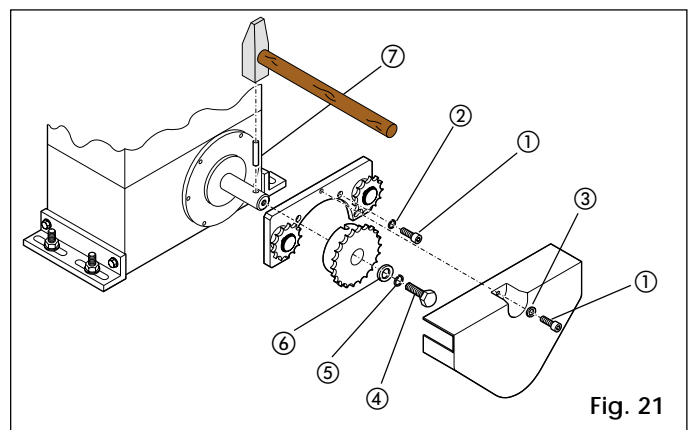
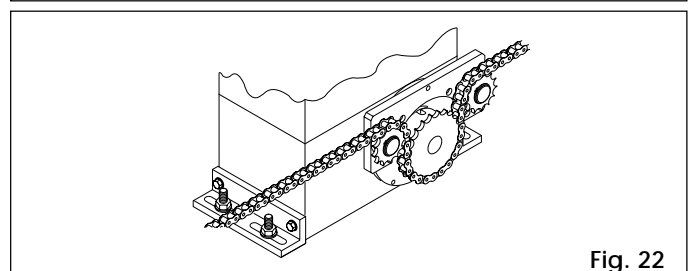

Fig. 21
Fig. 22
4.5.2. MOD. 746 EMC RF (Fig. 21 et 22)
- Engager la goupille élastique ⑦ dans l'arbre à l'aide d'un marteau.
- Engager le pignon sur l'arbre en faisant coïncider la goupille dans le logement du pignon et serrer la vis ④ munie de ses rondelles ⑤ et ⑥.
- Fixer sur le flasque du motoréducteur le support des renvois fous en déposant les 4 vis supérieures et en les remplaçant par les vis CHc 5x12 ① et les rondelles ② du kit comme indiqué Fig. 21.
- Passer la chaîne comme indiqué Fig. 22 et monter le carter en le fixant au moyen des vis ① et ses rondelles ③ comme indiqué Fig. 21.